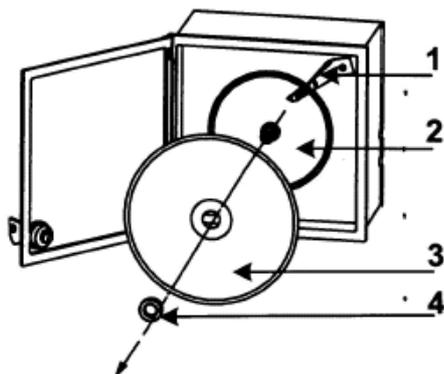

Fig.11
5.4.1 Substituição do diagrama (Fig.11)